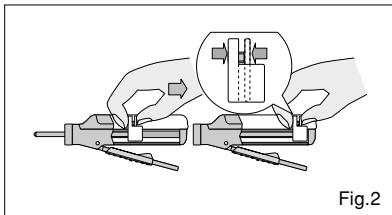

Fig.2
1. Make sure that the piston is completely retracted into the dispenser. (Fig.2)
1. Sicherstellen, daß die Kolbenstange komplett in den Dispenser zurückgeschoben wurde. (Fig.2)